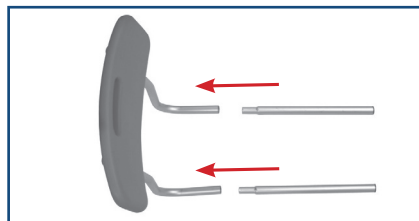

figure 5
7. Pour assembler le dossier, enfoncez le bouton à ressort et glissez le tube de support dans le tube du dossier. Répétez cette opération avec le second support. (Figure 5)